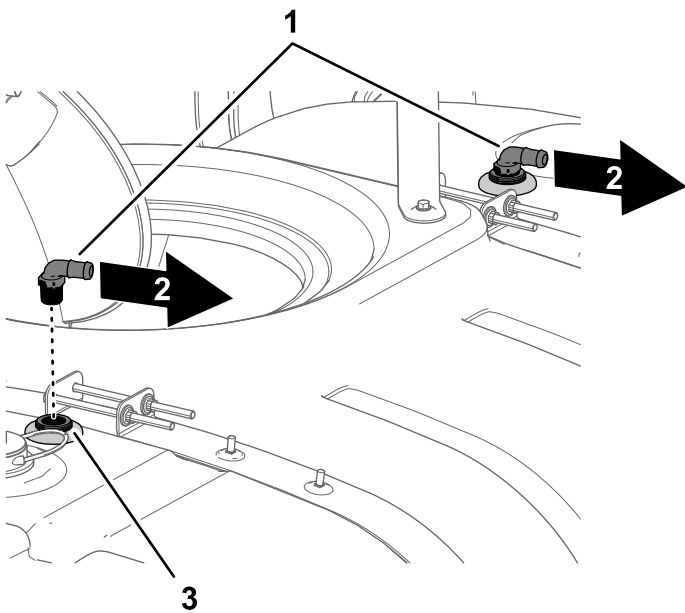

图 23
- 5. 将 90° 接头装入冲洗喷嘴组件的隔板接头中图 23。
6. 将 90°接头的软管宝塔接头转向机器的右侧图 23。